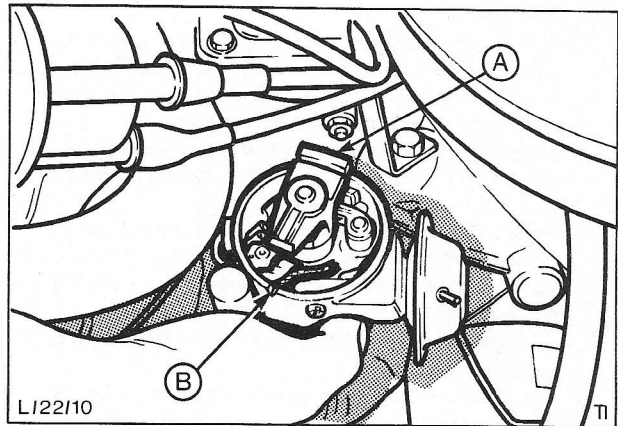

Fig. 43 Rotorstand t.o.v. stroomverdelerhuis gemerkt
5. Verwijder de enkele klembout onderaan de stroomverdeler, neem de complete stroomverdeler uit de motor en merk de stand van de rotor t.o.v. het huis, zie Fig. 43.